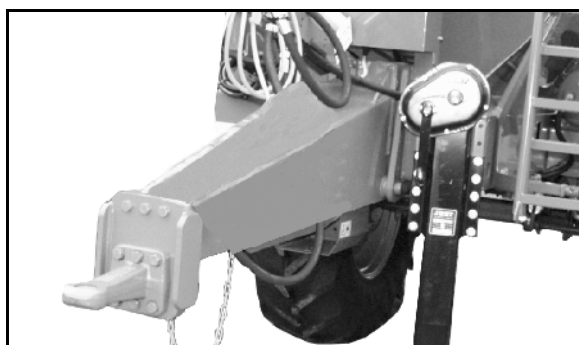

Рис. 25
- прямым тяговым дышлом (Рис. 25),